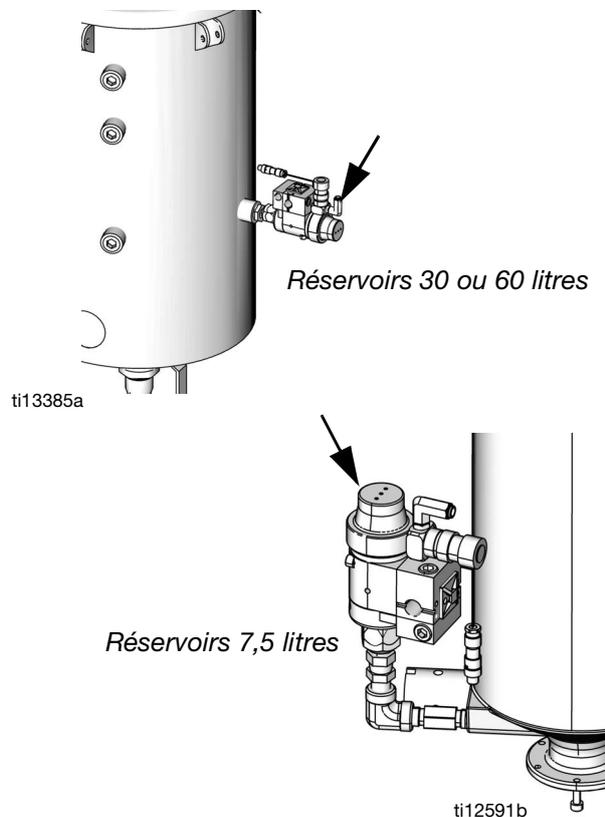

FIG. 7 : Installation latérale
À la réception de l'unité, le kit de remplissage n'est pas installé. Il peut être installé sur le couvercle ou sur le côté du réservoir. Voir FIG. 5 et FIG. 7.
1. Installer le kit de remplissage à l'aide des raccords et du ruban en PTFE fournis comme illustré dans la FIG. 7.